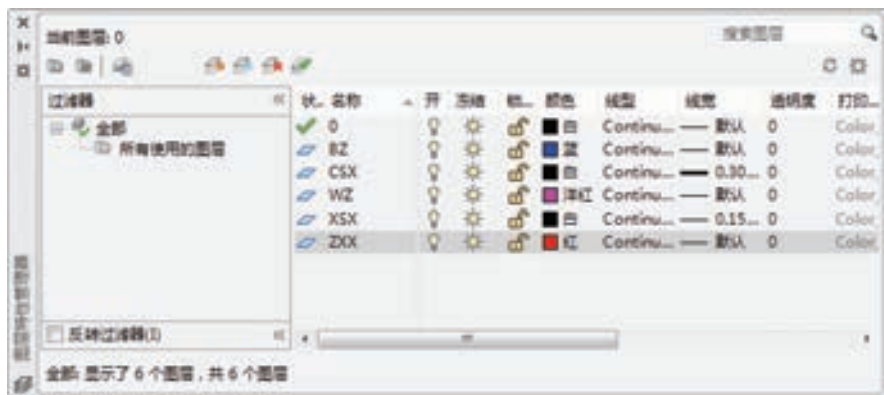

图 5-32 创建图层
2) 设置图层。单击“图层”工具栏中的“图层特性管理器”按钮，新建五个图层，分别命名为“CSX”“XSX”“ZXX”“WZ”和“BZ”，图层的颜色、线型、线宽等属性状态设置如图 5-32 所示。